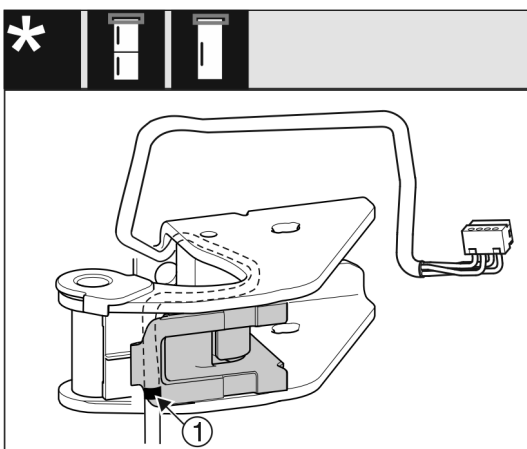

Fig. 26
- ▷ При этом средняя маркировка должна находиться на краю держателя кабеля Fig. 26 (1).